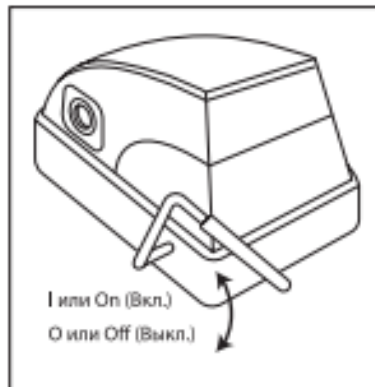

Рис. 6
1. Проверьте, чтобы выключатель на реле давления находился в выключенном положении «O» / «OFF» (Рис.6).
6. Включите компрессор выключателем на реле давления. Для этого необходимо переключить выключатель в положение «I» или «ON» (Рис.6).
1. Выключите компрессор выключателем на реле давления (5) (Рис.1). Для этого необходимо переключить выключатель в положение «О» или «OFF» (Рис. 6). После этого остановится электродвигатель и произойдет сброс давления из нагнетательного воздухопровода и поршневого блока.